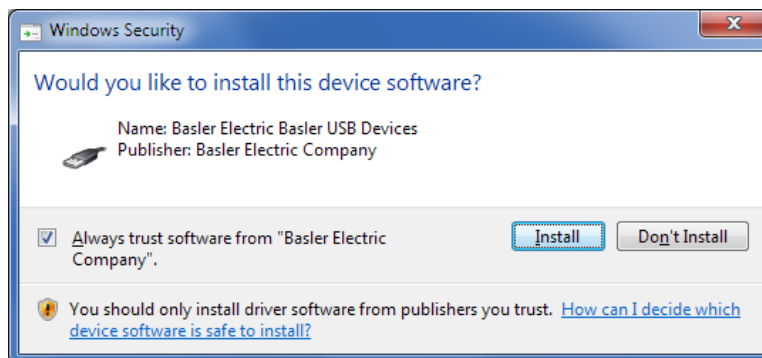

Figure 89-6. Sécurité Windows
Étape 6 : Lorsqu'une fenêtre de sécurité Windows (Figure 89-6) apparaît, cliquez sur Installer.